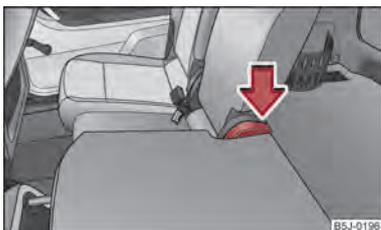

Fig. 42 Replegar el respaldo
- Presionar la palanca ⇒ fig. 42 y replegar el respaldo. Asegúrese de que el respaldo haya encastrado.